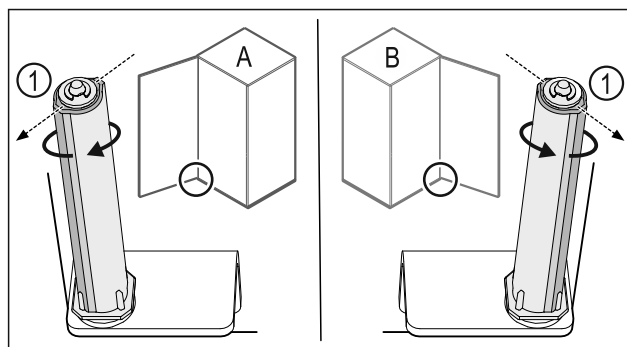

Fig. 43 Okretanje nalijevo (A) / okretanje nadesno (B)
- ▶ Okrećite sustav zatvaranja do kraja dok lamela sustava zatvaranja Fig. 43 (1) ne bude usmjerena prema van.